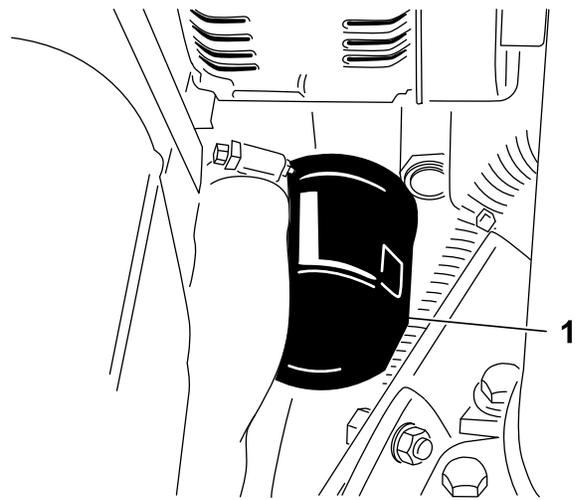

Figure 51
- Déposez le filtre à huile (Figure 51).